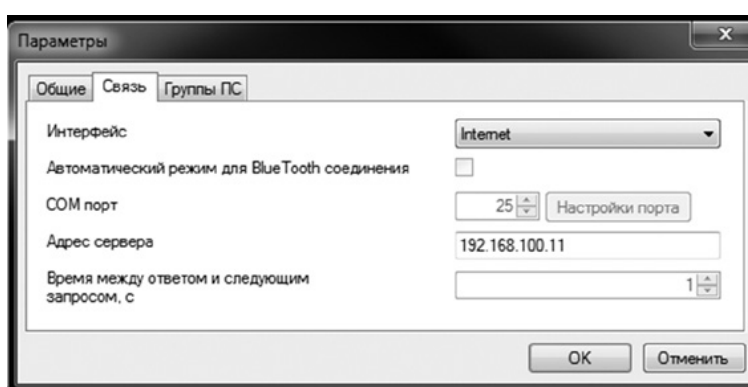

Рис. 4.13. Настройки подключения TELARM Dispatcher
2. В настройках TELARM Dispatcher установите тип соединения Internet и введите адрес сервера (см. рис. 4.13).